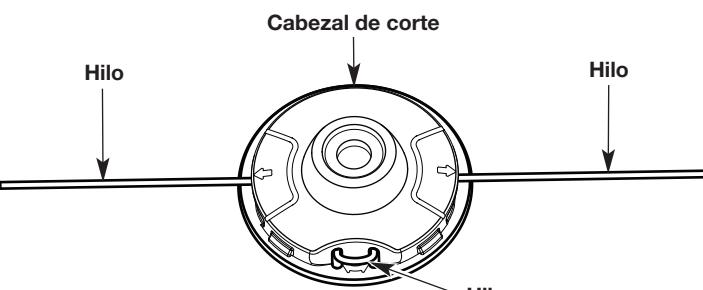

Fig. 17
- Tire de los extremos del hilo hasta que quede tenso contra el cabezal de corte. Asegúrese de que los extremos del hilo sean de igual longitud (Fig. 17). Si un extremo es más largo que el otro, empiece el extremo más largo nuevamente a través del cabezal de corte parcialmente y tire del extremo más corto hacia afuera. De ser necesario, repita el proceso hasta que ambos extremos sean de igual longitud.
- Presione el hilo de recorte expuesto entre los orificios circulares hasta que se extienda de plano contra el cabezal de corte (Fig. 17).